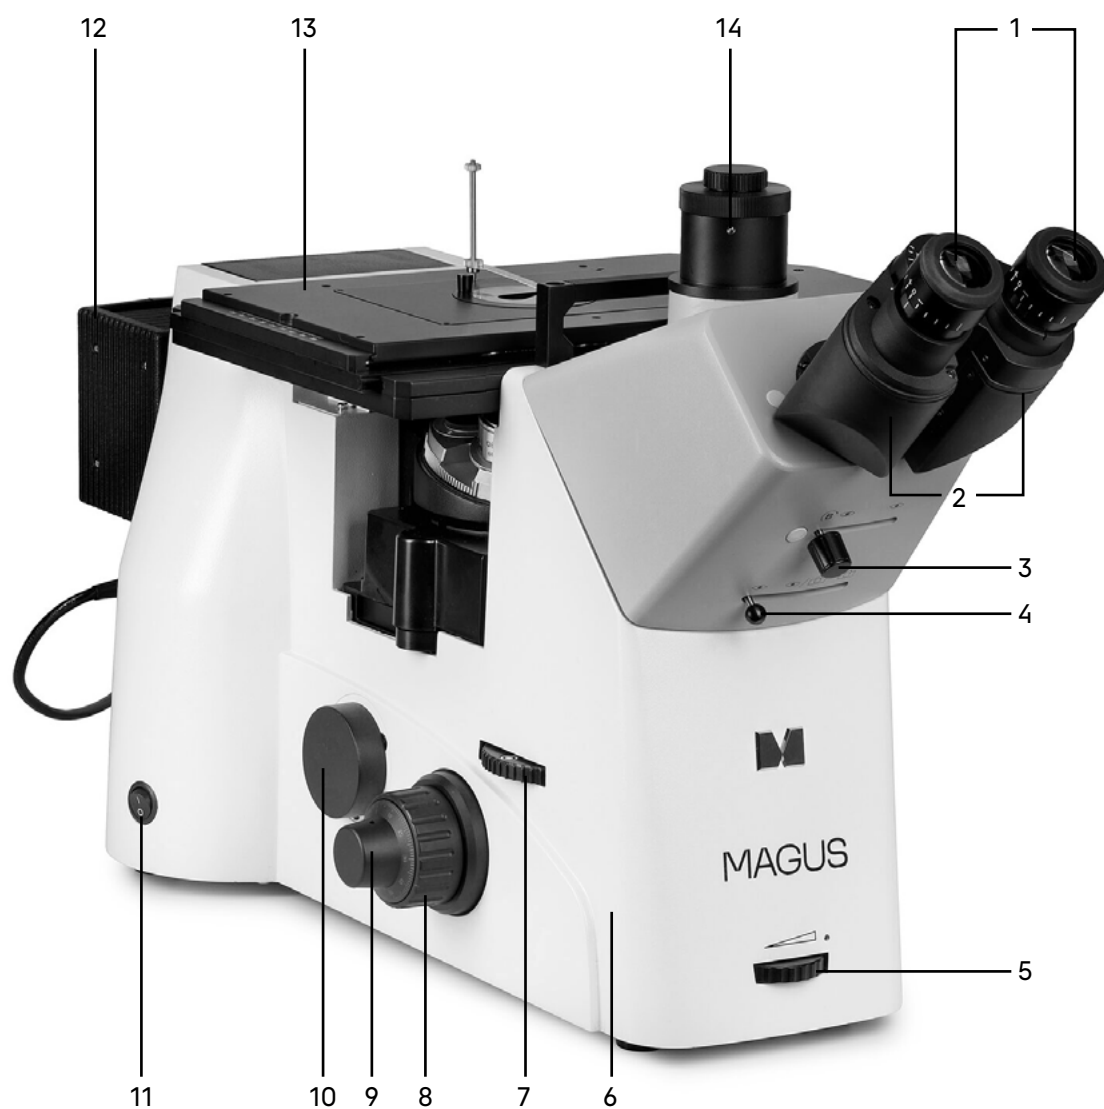
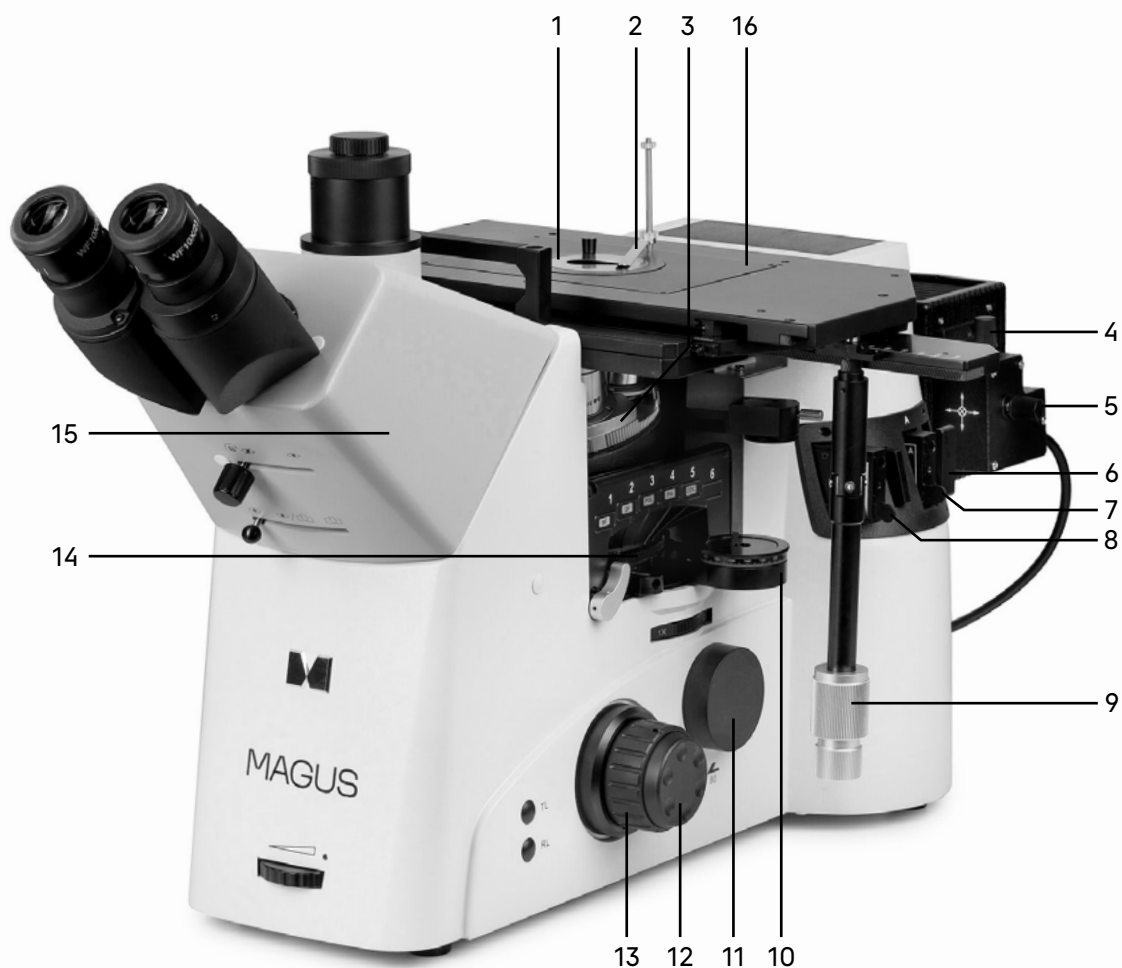
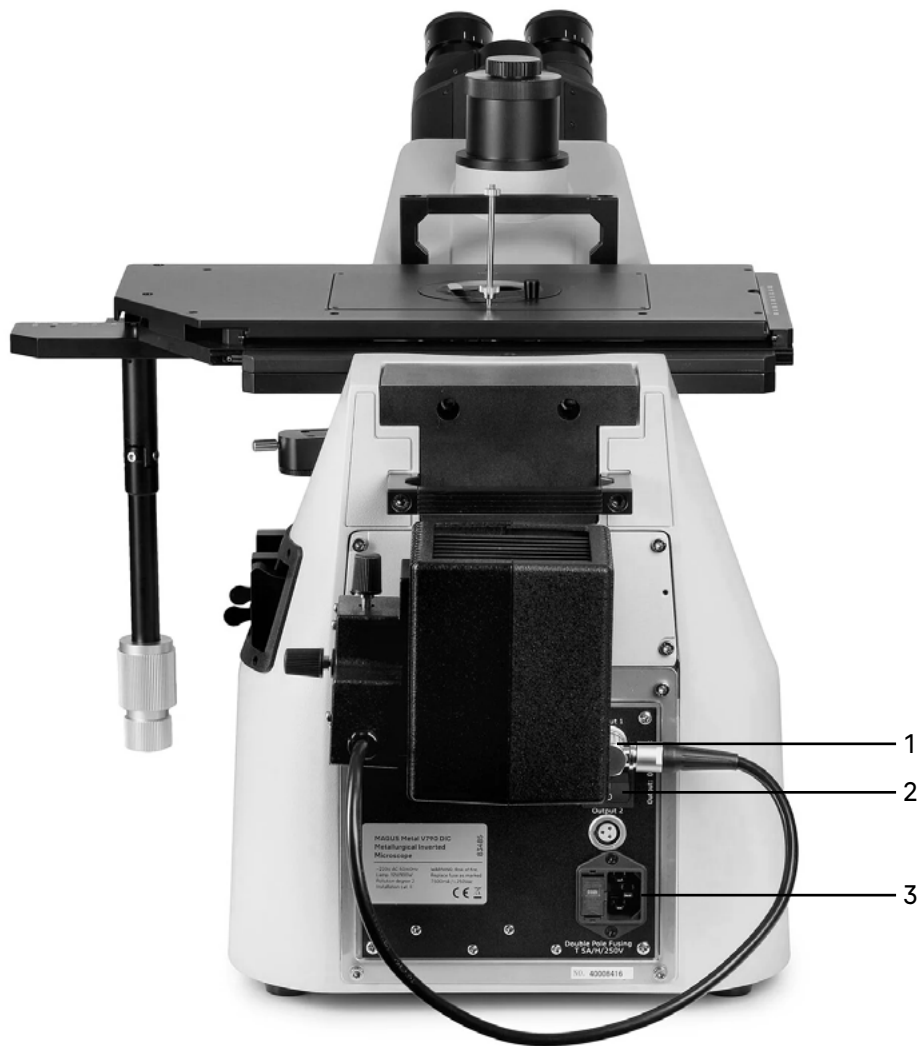

Рис. 1. Микроскоп MAGUS Metal V790 DIC. Вид слева
Рис. 2. Микроскоп MAGUS Metal V790 DIC. Вид справа
Рис. 3. Микроскоп MAGUS Metal V790 DIC. Вид сзади
Общий вид микроскопа представлен на рис. 1, рис. 2 и рис. 3.
- револьвер 3 (рис. 2) с объективами;
- предметный столик 13 (рис. 1);
- визуальная насадка 15 (рис. 2) ;
- фонарь лампы 12 (рис. 2).
На левой боковой поверхности штатива расположен выключатель 11 (рис. 1) сетевого напряжения.
На передней боковой поверхности штатива расположен диск 5 (рис. 1) для регулировки напряжения питания источника света.
На задней стенке штатива микроскопа расположены держатель предохранителя и разъем для сетевого шнура, посредством которого микроскоп подключается к сети переменного тока. Также на задней стенке расположен выключатель питания 2 (рис. 3). В положении «|» включается, а в положении «0» выключается сетевое напряжение.
На левой боковой поверхности штатива расположен канал визуализации 10 (рис. 1) для установки камеры.
На правой боковой поверхности штатива расположен канал визуализации 11 (рис. 1) для установки камеры.
Фокусировка на объект осуществляется перемещением по высоте револьверного устройства с объективами. Грубая фокусировка производится вращением коаксиальных рукояток 8 и 13 (рис. 1, 2), расположенных по обеим сторонам штатива.
Тонкая фокусировка производится вращением рукояток 9 и 12 (рис. 1, 2), расположенных по обеим сторонам штатива. Тонкая фокусировка требуется для более точного фокусирования на объект и для подфокусировки микроскопа на резкость изображения при смене объективов и препаратов. Цена деления тонкой фокусировки – 2 мкм.
Тринокулярная визуальная насадка 15 (рис. 2) обеспечивает визуальное наблюдение изображения объекта. Насадка устанавливается на штативе 6 (рис. 1) и закрепляется винтом. В гнездо насадки установлен блок окулярных тубусов 2 (рис. 1).
В вертикальный тубус 14 (рис. 1) корпуса визуальной насадки (канал визуализации) с помощью переходника C-mount устанавливается система визуализации с монитором. Переключение светового потока на вертикальный тубус производится рукояткой 4 (рис. 1) и диском 7 (рис. 2). Рукоятка 4 (рис. 1) имеет три положения: 100/0, 50/50 и 0/100.
В комплект микроскопа входят окуляры 1 (рис. 1). Окуляры имеют высокое положение выходного зрачка и предназначены для работы как в очках, так и без них.
Револьверное устройство 3 (рис. 2) обеспечивает установку шести объективов. Смена объективов производится вращением револьверного устройства за рифленую поверхность до фиксированного положения. Револьвер оснащен ДИК-слотом для установки ДИК-слайдеров.
Двухкоординатный механический предметный столик 13 (рис. 1) закреплен на штативе. Перемещение столика осуществляется ручкой управления столиком 9 (рис. 2). Длинная отклоняемая ручка управления столиком обеспечивает комфорт пользователя во время работы: кисть руки лежит на столе без напряжения. При сборке микроскопа столик можно установить так, чтобы ручка была с правой или левой стороны столика.
На задней стенке штатива микроскопа находится соединительный переходник. На него устанавливается фонарь галогенной лампы 12 (рис. 1).
Регулировка положения лампы относительно оси осуществляется рукоятками 4, 5 (рис. 2).
Для проведения наблюдений в поляризованном свете микроскоп оснащен устройством простой поляризации, которое включает в себя съемный анализатор 10 (рис. 2) и встроенный поляризатор (в турели 14, рис. 2).
Для работы по методу темного поля микроскоп укомплектован специальными объективами и специальным блоком осветительной системой, который встроен в турель 14 (рис. 2)
Для проведения наблюдений методом ДИК микроскоп оснащен слотом для слайдеров ДИК и двумя слайдерами с ДИК-призмами для объективов 5–20х и 50–100х. Поляризатор для ДИК встроен в турель 14 (рис. 2), съемный анализатор используется тот же, что и для метода простой поляризации. Анализатор 10 (рис.2) вращается в диапазоне 0–360°.
В комплект микроскопа входит слайдер со светофильтрами 6 (рис. 2). Слайдер имеет 3 положения: желтый и зеленый фильтры, а также свободное отверстие. Светофильтры помогают правильно настроить цветопередачу в зависимости от образца исследования, улучшить цветовой баланс и повысить контрастность и яркость изображения.